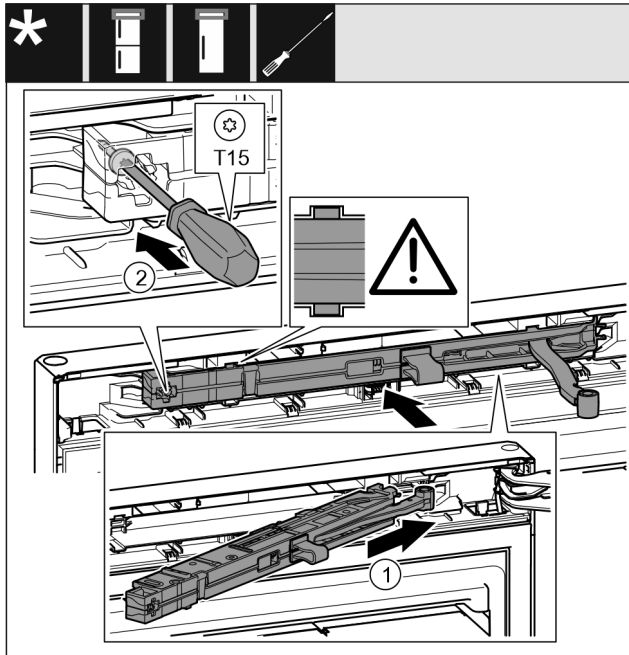

Fig. 44
- ▶ Schließdämpfereinheit Fig. 44 (1) auf der Lagerbockseite bis zum Anschlag schräg in die Aussparung einschieben.
- ▶ Schraube Fig. 44 (2) mit einem Schraubendreher festschrauben.